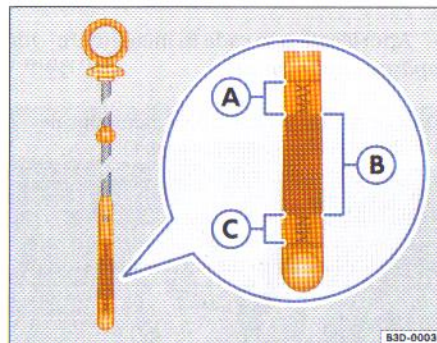

Fig. 10 Imagine de referință: Joa
- Scoateți joa din nou și citiți nivelul uleiului ⇒ pagina 36, fig. 10".
Dacă nivelul uleiului se găsește în zona ⇒ pagina 36, fig. 10" (A), nu completați cu ulei.
– Când nivelul uleiului se află în zona ⇒ pagina 36, fig. 10" (B), puneți din nou capacul.
Dacă nivelul uleiului se găsește deasupra zonei ⇒ pagina 36, fig. 10" (A), nu porniți motorul – pericol de avarie la catalizator sau la motor! Adresați-vă unui service specializat.